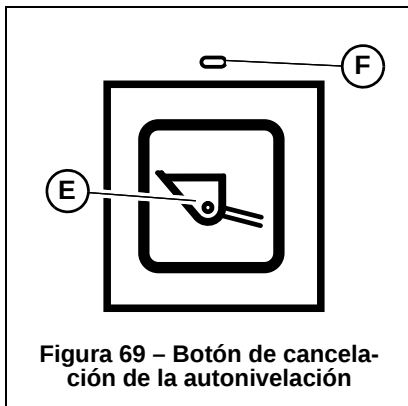

Figura 69 – Botón de cancelación de la autonivelación
Para desactivar la autonivelación, pulse el botón de cancelación de autonivelación (E, Figura 69) en el panel de control. Para restaurar la autonivelación, vuelva a pulsar el botón (E).